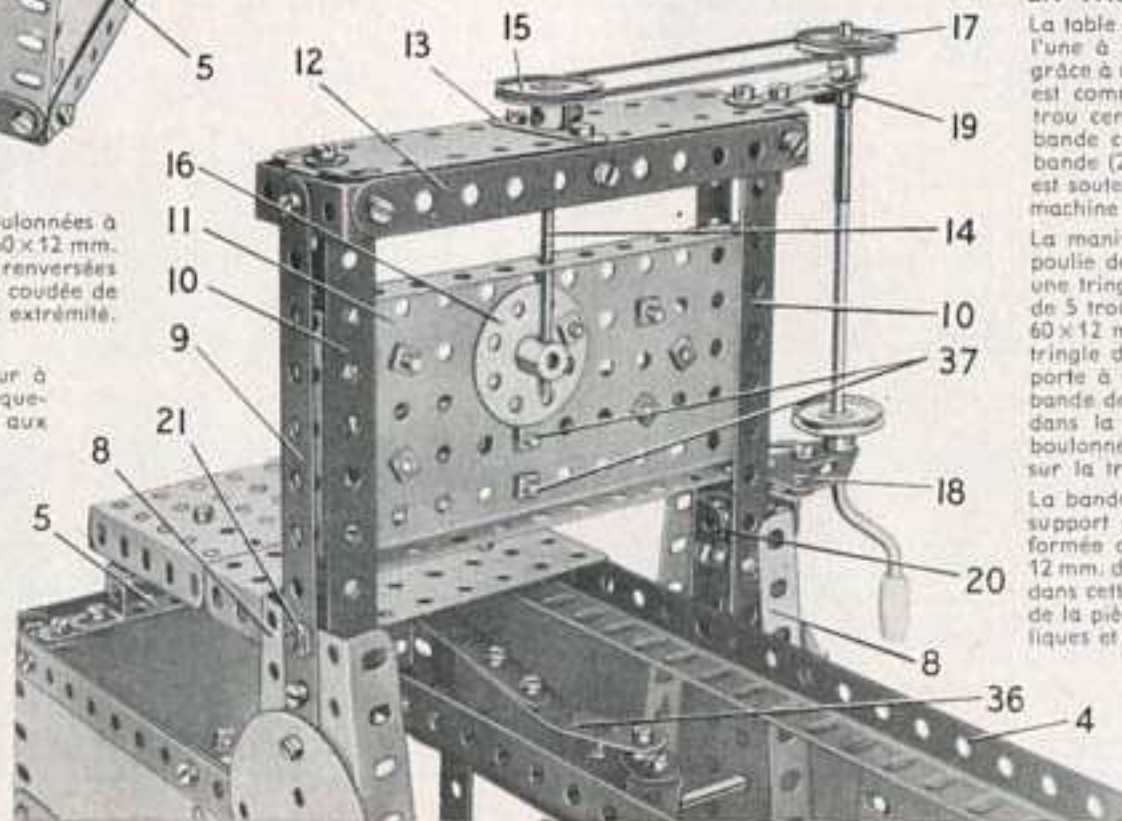

Fig. 6.10a
Le chariot (fig. 6.10a) coulisse dans deux montants fixés chacun sur une plaque-secteur à rebords (8). Une bande de 11 trous (9) et une plaque semi-circulaire sont fixées sur la plaque-secteur à rebords; deux autres bandes de 11 trous (10) sont fixées par leurs extrémités aux rebords de supports doubles boulonnés sur la bande (9).